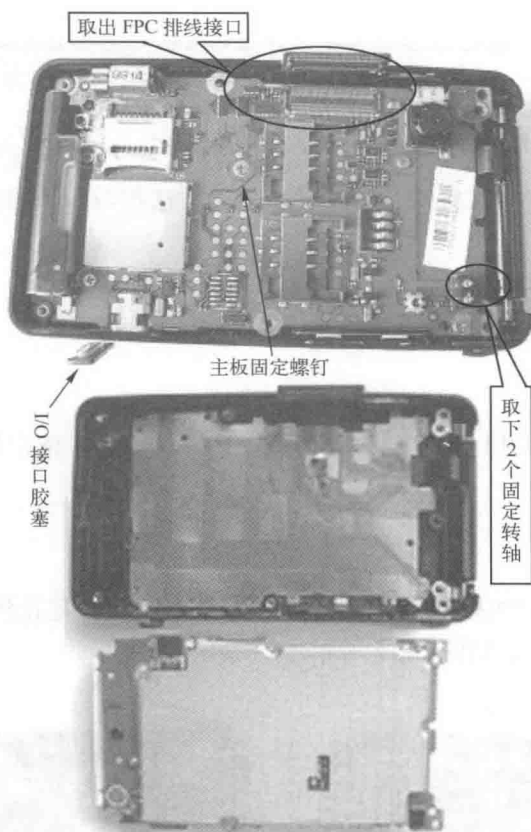

图 1-13 拆卸主板
(1) 首先将 FPC 排线接口取开，取出 I/O 接口胶塞，并取下 2 个固定转轴和主板的 6 颗固定螺钉。然后用镊子或手指按箭头所示位置，即可以将主板抬起并取出，如图 1-13 所示。